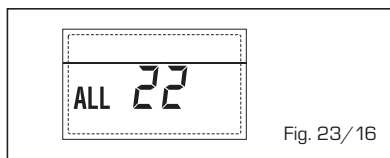

Fig. 23/16
- **ANOMALÍA AVERÍA SONDA IMPULSIÓN SEGUNDA ZONA MEZCLADA "ALL 23"** (fig. 23/17)